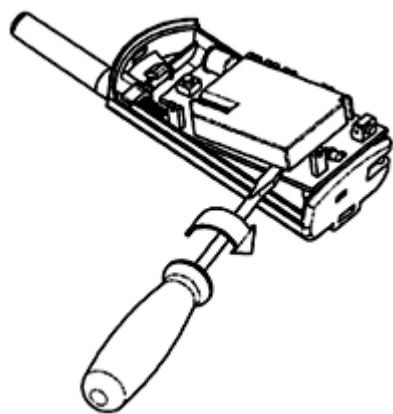

Рисунок 2
- 6 Удерживая поднятую плату РПД в руке отверткой с острым жалом отделить приклеенную к плате батарею (см. рисунок 2).